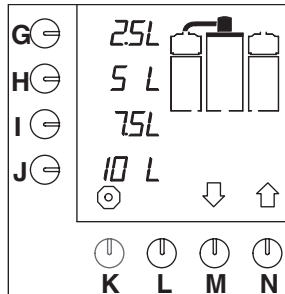

Fig. 8 Startskærbillede
- Indikatorlampen på kontakten lyser. Standardvalgmulighederne vises i displayet (fig. 8).
- Standardvalgmulighederne vises i displayet (fig. 8).